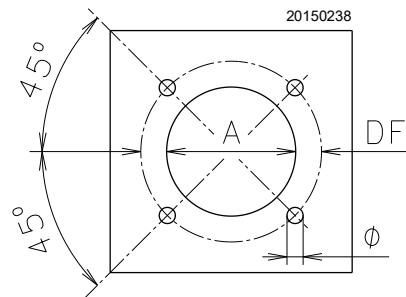

Fig. 13
Percer la plaque de fermeture de la chambre de combustion comme indiqué dans la Fig. 13. La position des trous filetés peut être tracée en utilisant l'écran isolant fourni avec le brûleur.
- Introduire le brûleur entier sur le trou de la chaudière, réalisé auparavant (Fig. 13), et fixer avec les vis fournies en dotation.